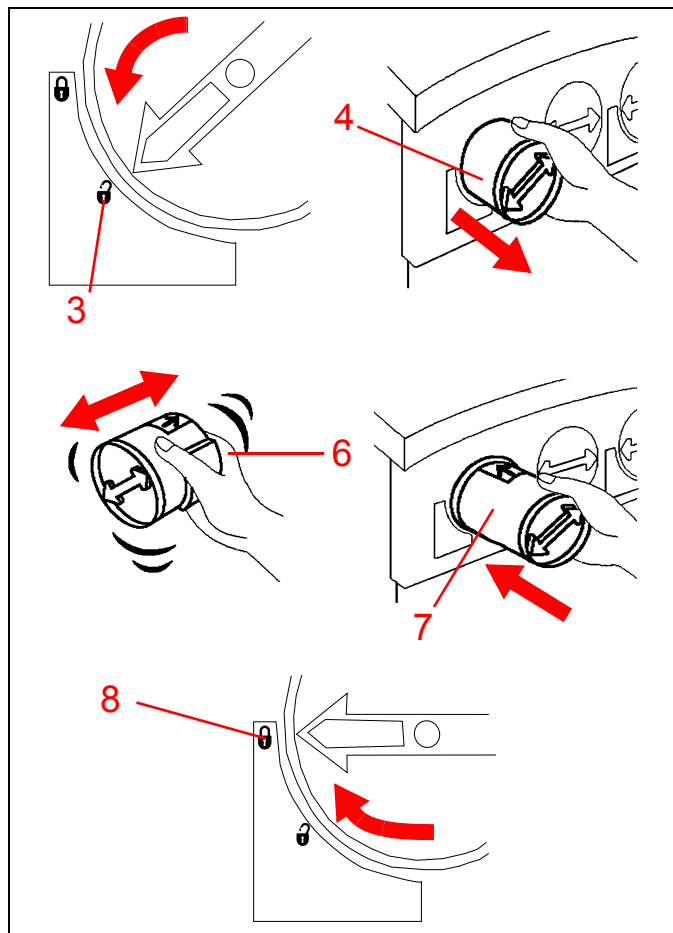

Figura 22
1. Consulte a Figura 22. Abra a porta dianteira da Impressora DocuColor 12. (Consulte a Figura 18 na página 11.)